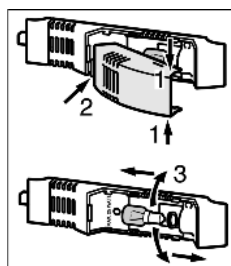

Fig. 23
- ▶ Kryt světla uchopte nahoře a dole *Fig. 23 (1)*.
- ▶ Kryt světla vzadu uvolněte ze západek a vysaďte *Fig. 23 (2)*.
- ▶ Výměna žárovky *Fig. 23 (3)*.